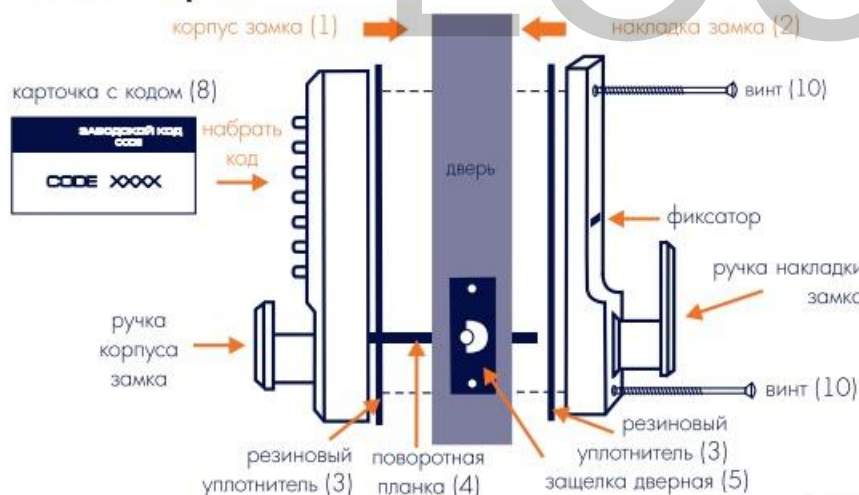

рис. 2
Замок кодовый универсальный: подходит как для левых, так и для правых дверей, открывающиеся наружу и внутрь. Возможна установка на двери толщиной 50 - 60 мм (при использовании винтов (10) рис. 2 длиной 50 мм). При необходимости, укоротив поворотную планку (4), возможна установка на двери с меньшей толщиной 35 - 45 мм, (при использовании винтов (10) рис. 2 длиной 35 мм).
- ручка корпуса замка (1) рис. 2 должна повернуться и легко вернуться в исходное положение. Если вы хотите изменить код замка, следует сделать это до его установки на дверь (см. инструкцию по смене цифробуквенной комбинации накладки замка, стр. 4);
- вставьте поворотную планку (4) через прямоугольный паз в двери и убедитесь, что она входит в защелку (5) согласно рис. 2;
- используйте винты (10) рис. 2 под толщину двери так, чтобы винты плотно прижимали накладку замка к двери;
- приставьте корпус замка (1) и накладку замка (2) к двери, как показано на рис. 2;
- используя винты (10), стяните части замка вместе через отверстия в накладке замка (2) вверху и внизу;
- при необходимости, обрежьте поворотную планку (4), на нужную длину;
- Перед тем как окончательно закрутить винты (10), убедитесь, что замок расположен вертикально, и проверьте его механизм (все работающие его части должны легко двигаться). **НЕ ЗАКРЫВАЙТЕ ДВЕРЬ. ЕСЛИ ВЫ НЕ УВЕРЕНЫ В КОДЕ ЗАМКА!** Не перетягивайте крепление замка, так как это может вызвать перекося, что приведет к неудовлетворительной работе замка. Некоторые модели имеют фиксатор, который позволяет держать защелку открытой, если есть необходимость.